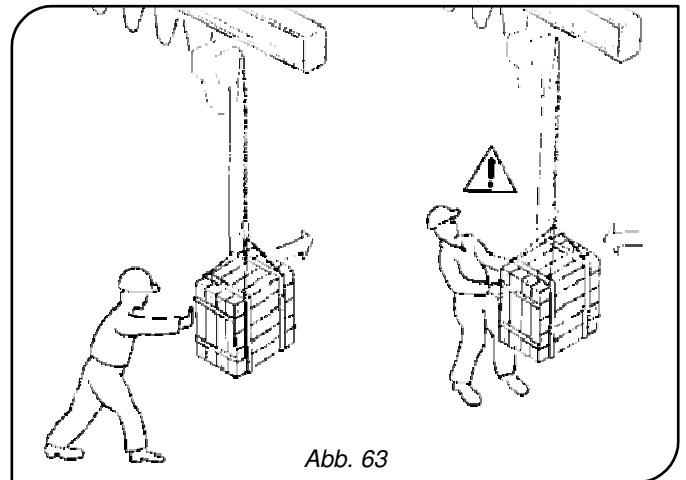

Abb. 63
- **Bei manuellen Verschiebe- und/oder Drehmanövern des Arms** muss der Bediener die Last bewegen, indem er sie anschiebt, niemals jedoch in Richtung Körper zieht, um Quetschgefahren zu vermeiden (Abb.63).